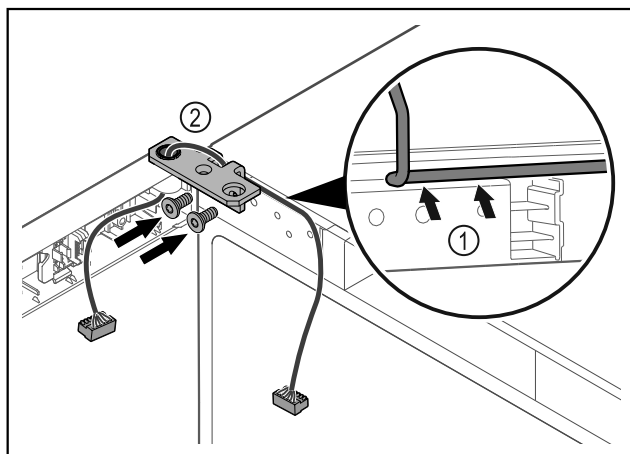

Fig. 40
- Ved'te kabel skrz vybraný úhelník závěsu a opatrně jej položte Fig. 40 (1).
- Našroubujte úhelník závěsu Fig. 40 (2).